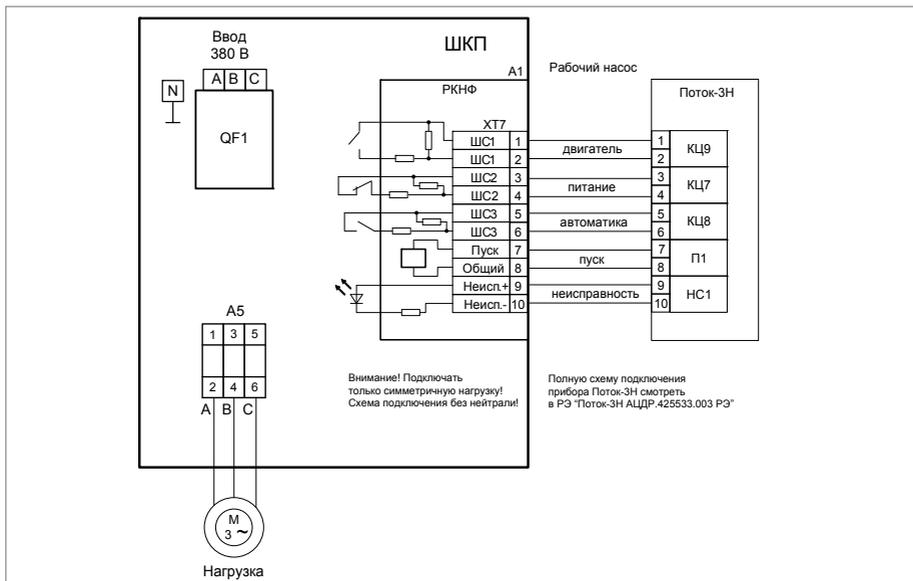

Рисунок 9. Схема электрическая подключения шкафа при эксплуатации
2. Подключение соединительных линий выполняйте в соответствии с проектной документацией и схемой на рис. 9.